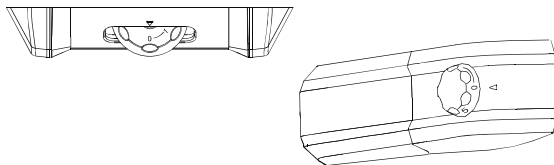

Abb.21
- 1) Den Regler in die Position "0" drehen. (Abb. 21)